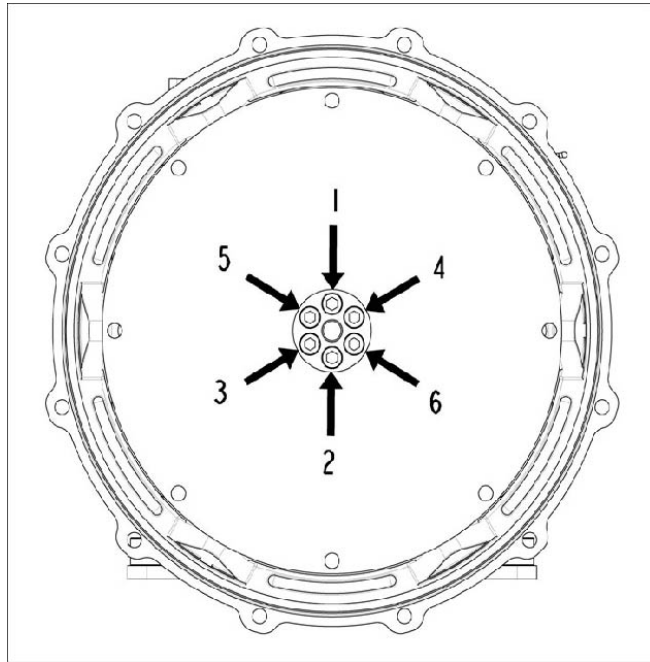

図 10. ハブの固定手順
4. 必要に応じて、表示の順番でカップリング ディスク ボルトを締め付けます 図 10 ページ 27。締め付けトルクについては、章 8 ページ 47を参照してください。